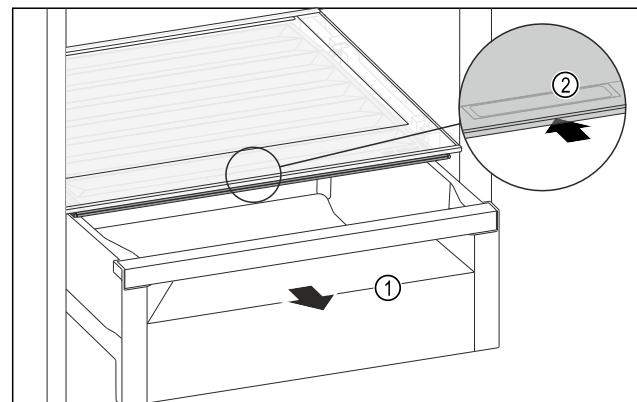

Fig. 109
- Schubfach *Fig. 109 (1)* herausziehen.
- Griffmulde *Fig. 109 (2)* am Fachdeckel anfassen und Fachdeckel gleichzeitig nach hinten schieben.